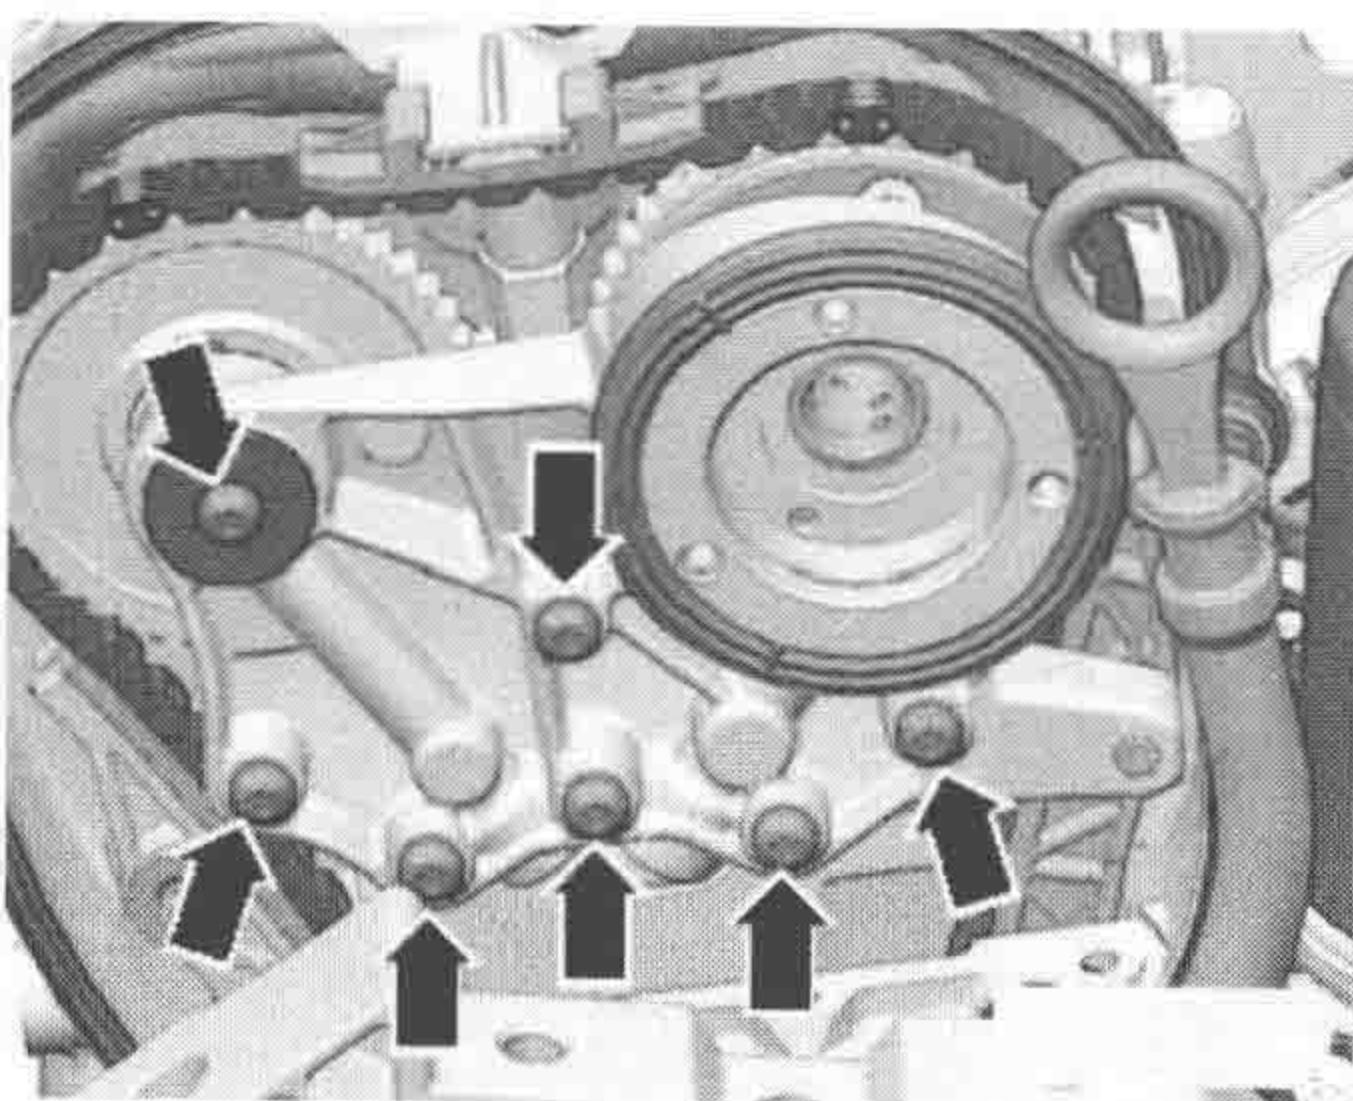

图 1-1-3
- (3) 如图 1-1-3 所示, 拧下轴承盖上的螺栓, 取下轴承盖。
(9) 将凸轮轴正时链置于曲轴上并对齐正时标记。
(10) 用扳手转动进气凸轮轴并将凸轮轴正时链装上，对好正时标记。
(11) 安装凸轮轴正时链张紧轨。
(12) 安装凸轮轴正时链滑轨。
(13) 套上轴承桥并用手拧紧螺栓 (图 1-1-3)。